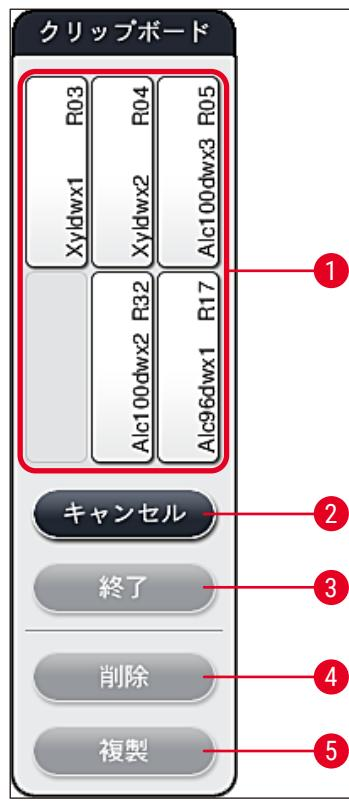

図 64
3. 「OK」で確認すると、「クリップボード」（→「図64」）が開きます。これに最大で6個の試薬ステーション（→「図64-1」）を移動できます。